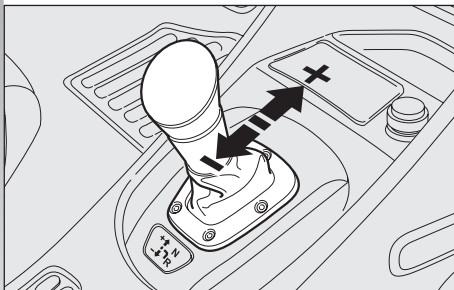

fig. 101
- pour augmenter le rapport (**+**) (**fig. 101**), pousser vers "l'avant" le sélecteur (si la voiture est en première vitesse, on passe en deuxième, si elle est en deuxième, on passe en troisième et ainsi de suite jusqu'à la cinquième). Si le système est au point mort (**N**) ou bien en marche arrière (**R**), l'action vers l'avant sur le sélecteur provoque l'engagement de la première vitesse (**1**).
- pour rétrograder de vitesse (**-**) (**fig. 101**), pousser vers l'arrière le levier (si la voiture est en cinquième, on passe en quatrième, si elle est en quatrième, on passe en troisième et ainsi de suite jusqu'à la première).